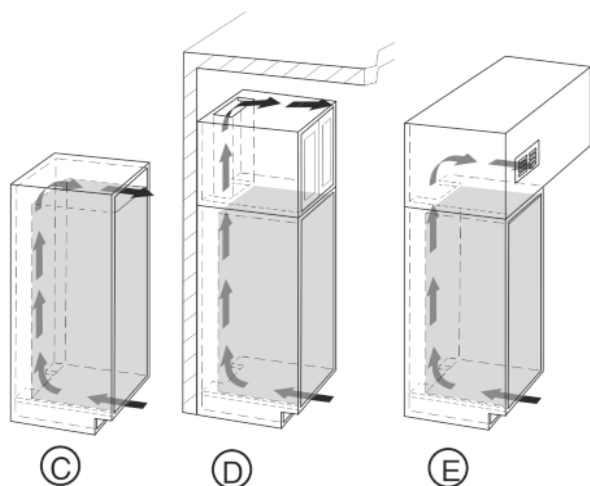

Fig. 4
- Horní větrací otvor může být vyveden buď přímo nad přístrojem s volitelnými větracími mřížkami Fig. 4 (C), u stropu nad nábytkem Fig. 4 (D) nebo jako odvětrávací otvor do stropního podhledu Fig. 4 (E).